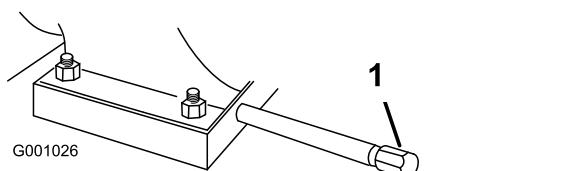

Рисунок 41
Вязкость масла	См. Рисунок 41
- Очистите поверхность вокруг пробки для слива масла (Рисунок 41).